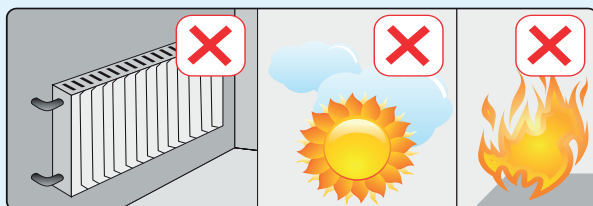

FIGURA 1
Mettere lontano da fonti di calore almeno un (1) metro. (stufa, stufa, stufa elettrica, ecc.) (Figura 1)